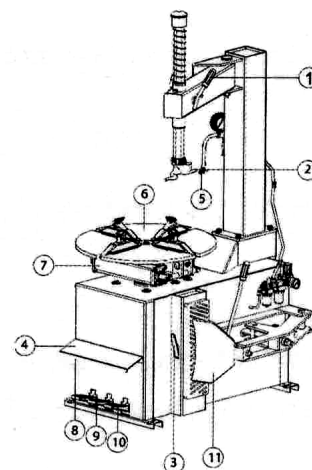
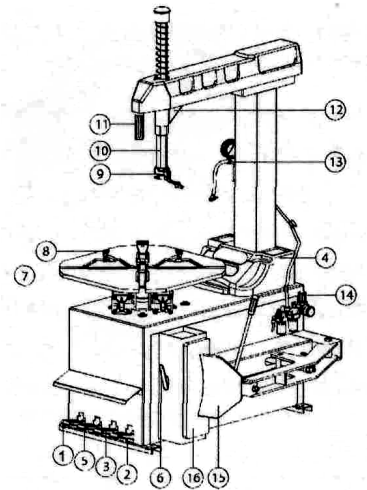
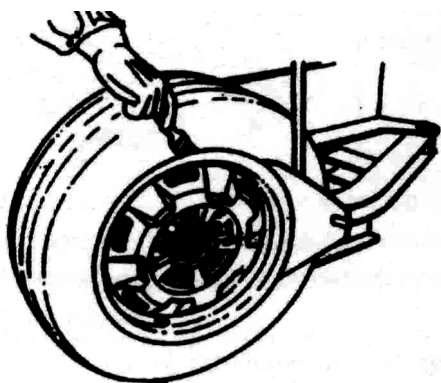
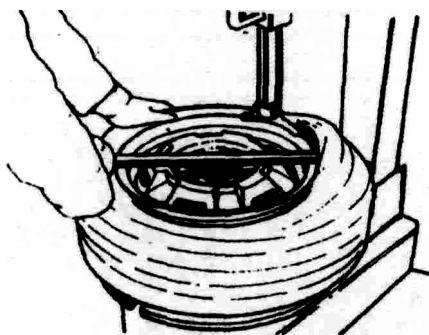

Рис. 2
Рис. 3
Рис. 11
Рис. 13
2.2. Устройство полуавтоматического станка с двойной блокировкой (рис. 2)
2.3. Устройство автоматического станка (рис. 3)
1. Поместите шину между лопаткой устройства отрыва борта и резиновым упором, вставьте лопатку между бортом покрышки и ободом, нажмите на педаль (10) (на рис.2 - 10, на рис.3 - 3), чтобы оторвать борт от обода колеса (Рис.11).
4. Подцепите борт шины на монтажную головку с помощью монтажной лопатки и нажмите педаль 8 (на рис.2 - 8, на рис.3 - 2), чтобы привести стол во вращение по часовой стрелке. Дождитесь полного отделения борта (рис.13). Рекомендуется помещать монтажную головку примерно в 10мм справа от воздушного клапана камеры (если таковая имеется), чтобы не повредить камеру.
-> Если головка застряла, сразу остановите станок и поднимите педаль 8 (на рис.2 - 8, на рис.3 - 2), чтобы повернуть стол против часовой стрелки и освободить головку.